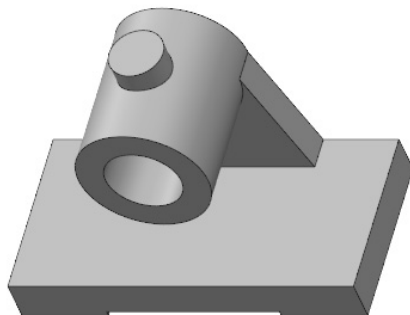

图 5-90 孔位旋转实体结果
(2) 在操控面板中输入旋转角度 360° 。单击 预览效果，如图 5-90 所示。若无问题单击 完成生成旋转实体。